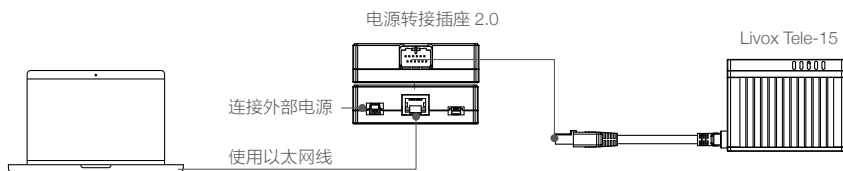

图 4.2.1 静态 IP 模式的连接方式
- 按照图 4.2.1 连接后，于电脑上运行 Livox Viewer，选择需要更改静态 IP 地址的设备后，点击 进入设备参数设置界面，设置该 Livox Tele-15 的静态 IP 地址。